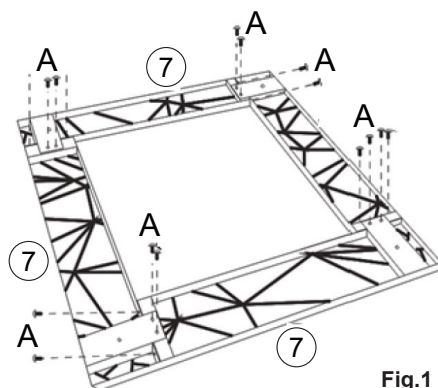
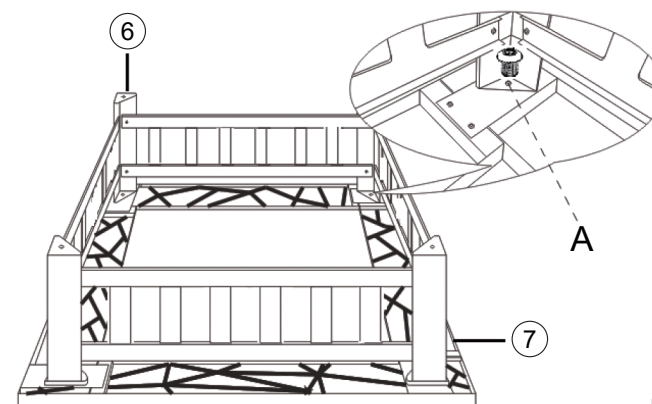

Fig.1
Fig.3
Placez les pièces sur une surface lisse et plane, fixez 4 pièces du cadre supérieur (7) en utilisant le boulon (A) dans le cadre carré.(Voir Fig.1)
Fixez les pieds (6) au cadre supérieur (7) avec les boulons (A). Serrez tout le matériel en conséquence avec une clé Allen (D) (fournie) et une clé à molette jusqu'à ce que toutes les pièces s'emboîtent solidement. Retournez le cadre du foyer assemblé afin qu'il Fig.1 repose solidement (jambes vers le bas) sur une surface plane. (Voir Fig. 3)